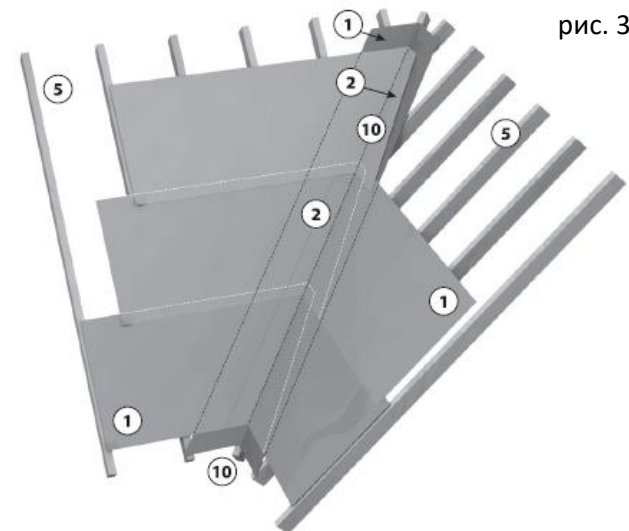

рис. 3
10. Для достижения герметичного соединения, вдоль ендов, перед укладкой основных горизонтальных полос необходимо закрепить дополнительную полосу мембраны (рис. 3). На него следует уложить последующие полосы, укладываемые на соседних скатах внахлест с минимальной длиной 15 см.